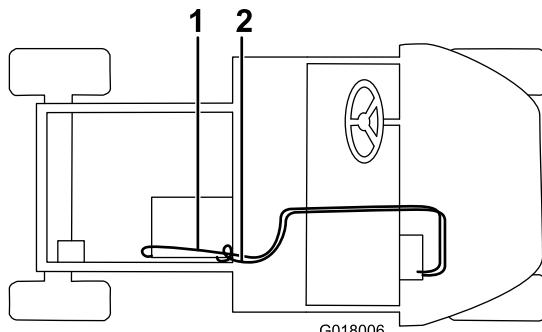

Рисунок 28
помощью шлангового хомута (Рисунок 28). Отрежьте излишнюю часть шланга.
- Подсоедините короткий шланг к белому заливному тройнику с помощью шлангового хомута, проложите его через R-образный хомут на вещевом ящике, через отверстие в основании сиденья, затем подсоедините его к тройнику в нижнем шланге радиатора с помощью шлангового хомута (Рисунок 28). Отрежьте излишнюю часть шланга.